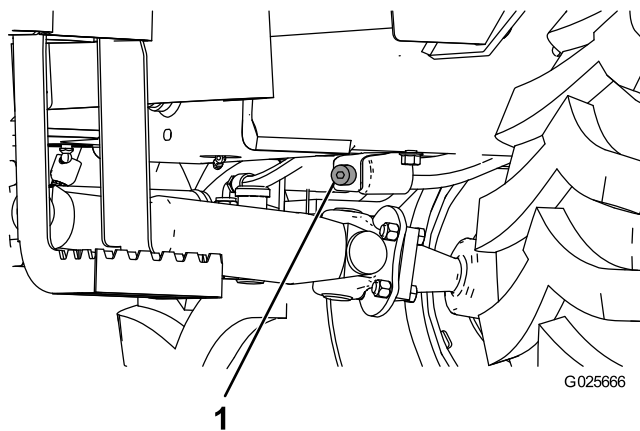

Рисунок 28
- Снимите крышку заливной горловины и пробку сливного отверстия (**Рисунок 28**).